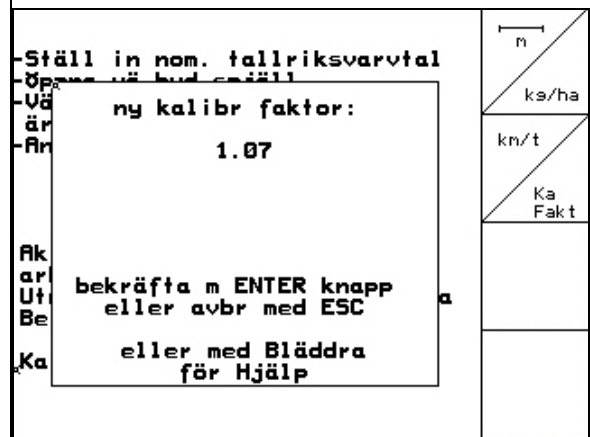

Fig. 30
- Den nya kalibreringsfaktorn visas (Fig. 30).